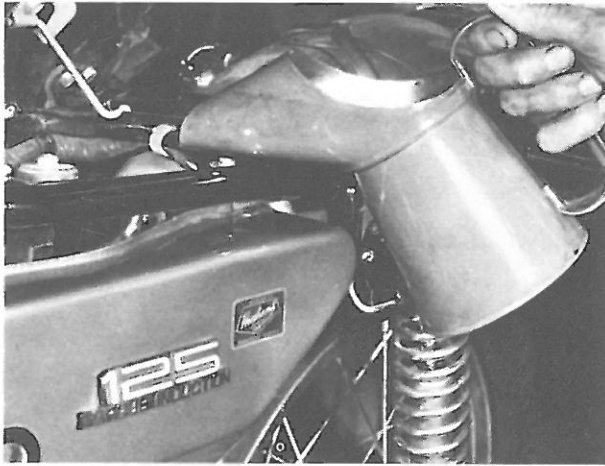

Bild 135
- Ölstand im Öltank prüfen und ggf. mit Zweitaktöl SAE 30 bzw. der vorgeschriebenen Ölsorte auffüllen (Bild 135).